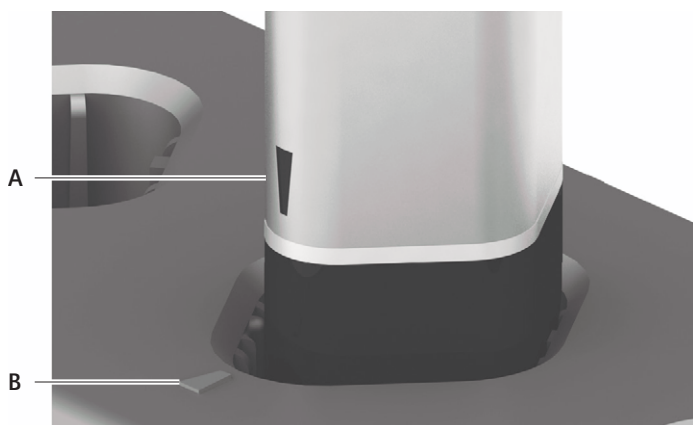

Рис. 1 Вставка аккумулятора в зарядное гнездо
- ▶ Вставлять аккумуляторы в зарядное гнездо контактами вниз таким образом, чтобы маркировка **A** на аккумуляторе совпала с маркировкой **B** на зарядном гнезде, см. Рис. 1.